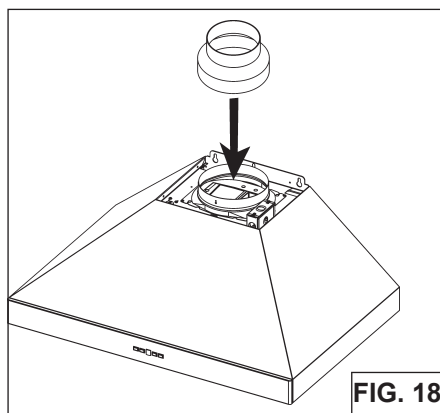

FIG. 18
- Fixez l'adaptateur 15 à 20 cm (6" à 8") au refoulement de la soufflante et collez le joint avec de l'adhésif pour canalisation en aluminium (Fig.18).